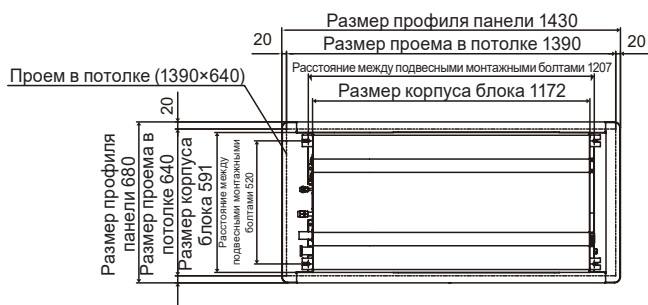

Рисунок 3.5
- 1. Изготовьте в потолке отверстия размером 1390 × 640 мм, согласно габаритам монтажной панели (принадлежность 4). См. рисунок 3.5.